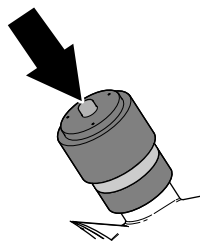

Figura 122
6. Si se muestra una banda roja en el indicador de mantenimiento, pulse el botón de reinicio situado al final del indicador (Figura 122).